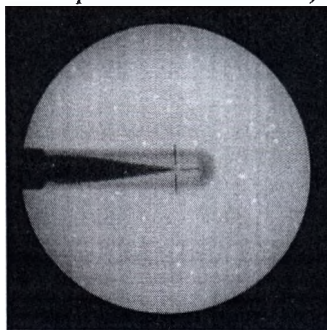

Рисунок 3-6. Изображение устройства фокусировки
-  Переведите наконечник устройства фокусировки в центр визира, отмеченного ранее. В некоторых рентгенографических системах это выполняется при панорамировании и горизонтальном перемещении рентген аппарата (поворот рычага по вертикальной и горизонтальной оси). (Рисунок 3-6).